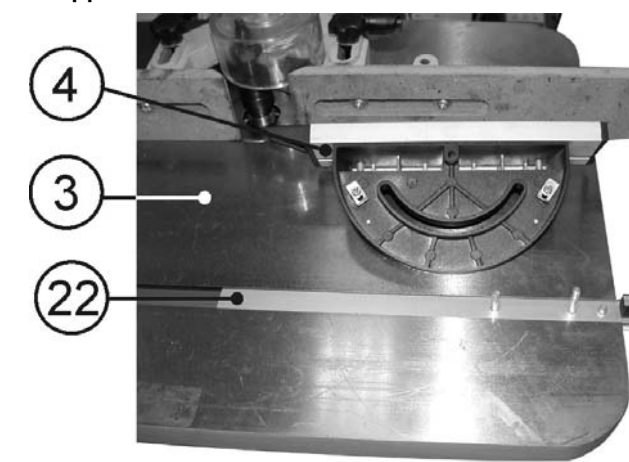

Рис. 4
8.2.1. В паз рабочего стола (3) вставьте скользящую планку (22), Рис.4.